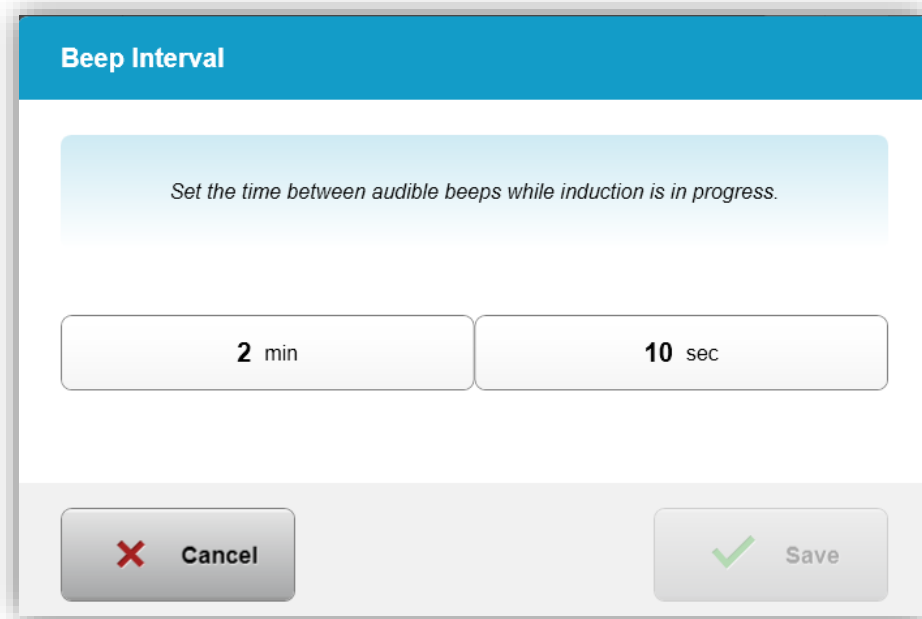

*Figura 3-57. Exportar registro de serviço em andamento*
- O sistema começa a transferir automaticamente o registro de serviço e exibe uma barra de progresso do processo de transferência, conforme mostrado na Figura 3-57.